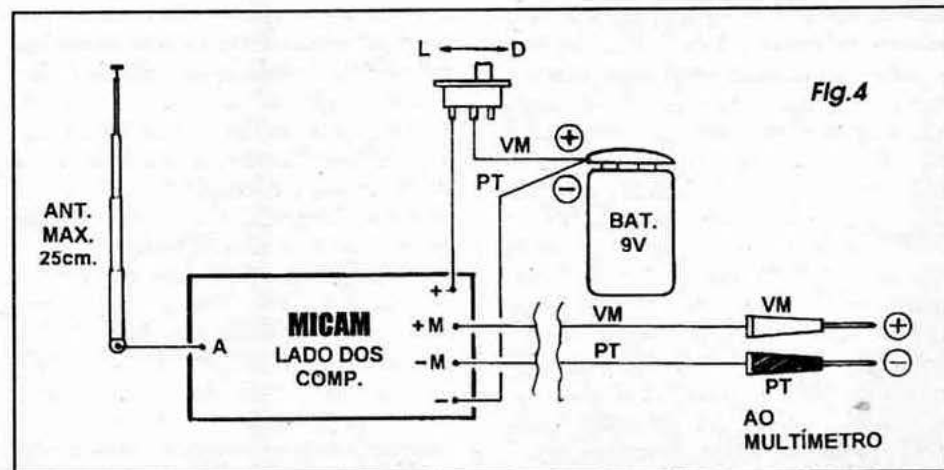

Fig.4
- FIG. 4 - CONEXÕES EXTERNAS À PLACA - Ainda vista pela face não cobreada, a plaquinha agora indica (em diagrama muito fácil de entender...) as ligações feitas do impresso para fora... São todas simples, estas ligações, porém importantes (e algumas delas, polarizadas...). A única conexão não polarizada refere-se à anteninha, cujo cabinho (curto) de ligação deve ser levado ao ponto A... Os pontos (+) e (-) devem receber, respectivamente, os cabinhos do positivo (vermelho) e negativo (preto) vindos do clip de conexão à bateria... Observar que o pequeno interruptor geral da alimentação deve ser intercalado no fio do positivo (vermelho)... Finalmente, o par de cabos (também polarizados, com o velho código de vermelho